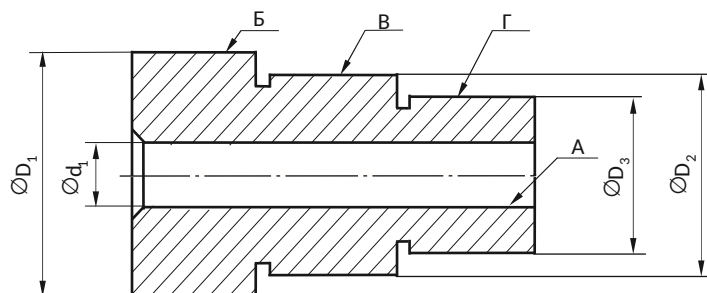
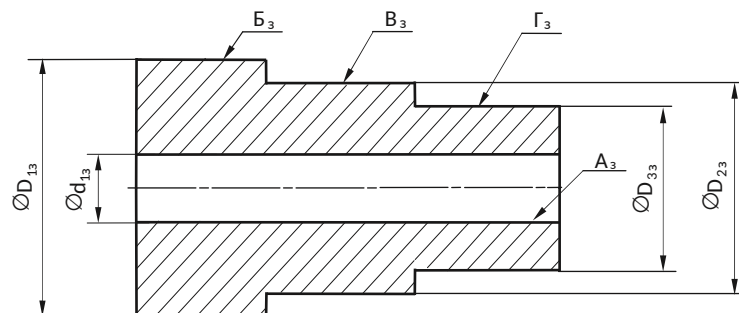

Рис. 2. Эскиз детали
Рис. 3. Эскиз заготовки
Исходя из служебного назначения детали (рис. 2) в изделии, к последней предъявляются представленные в табл. 1 требования по точности размеров ( $\mathbb{S}D_1$ ,  $\mathbb{S}D_2$ ,  $\mathbb{S}D_3$ ,  $\mathbb{S}d_1$ ) и шероховатости поверхностей А, Б, В, Г. Заготовкой для данной детали является отливка (рис. 3), точность соответствующих размеров и шероховатость поверхностей которой представлена в табл. 2. Учитывая данные табл. 1 и 2 и основываясь на коэффициентах уточнения, в направлении от детали к заготовке по поверхностям А, Б, В, Г, необходимо назначить набор методов обработки, которые в своей совокупности обеспечат заданное качество обработанной поверхности.
4. По заданию преподавателя выбрать из табл. 1 и 2 вариант задания в соответствии с рис. 2 и 3.